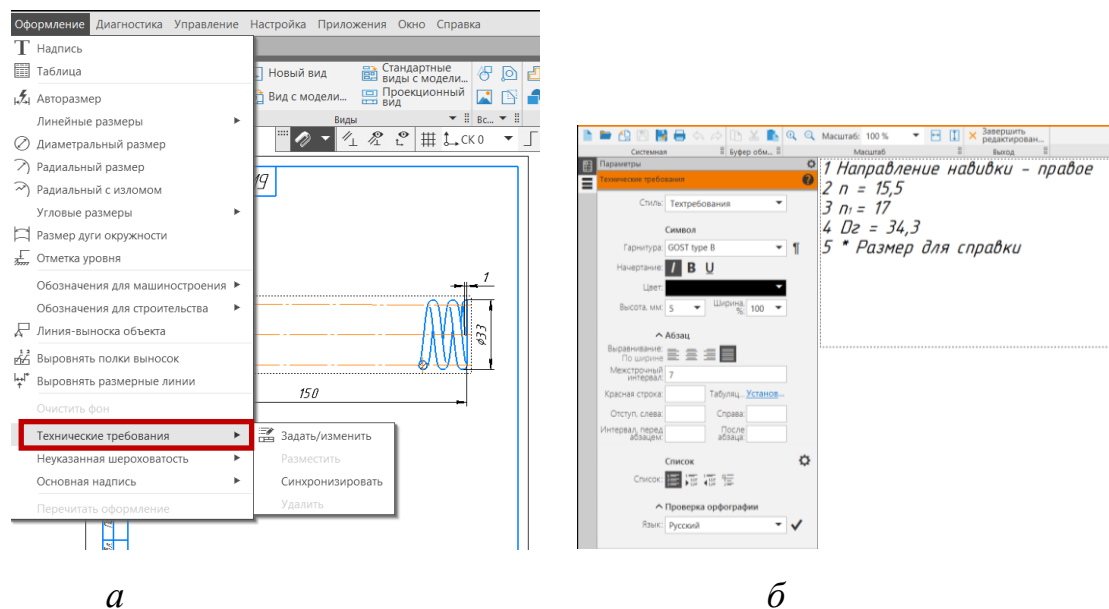

Рис. 20 Команда «Технические требования»: а – расположение команды; б – заполнение технических требований
- Черчение – Оформление – Технические требования – Задать/Изменить (рис. 20).